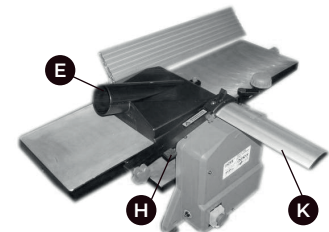

Рис. 7
- Снимите защитный кожух ножа K и установите пылесборник E (см. рис. 7).